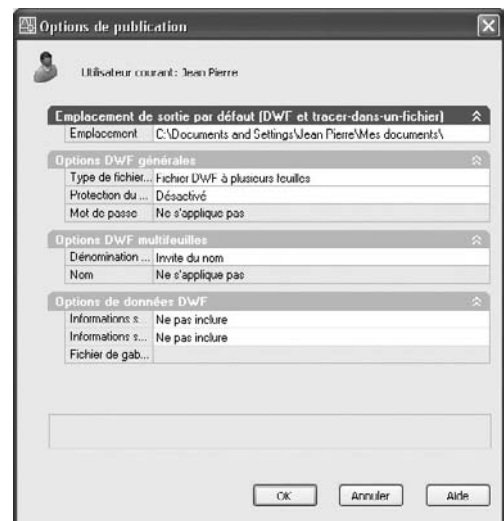

Fig.23.28
- 5 Cliquer sur **Options de publication** (Publish Options) pour configurer la publication. Dans **Emplacement** (Location), indiquer le chemin pour l'emplacement du fichier DWF et dans **Type de fichier** (DWF type), sélectionner **Fichier DWF à plusieurs feuilles** (Multi-sheet DWF). Cliquer sur **OK**. (fig. 23.28)